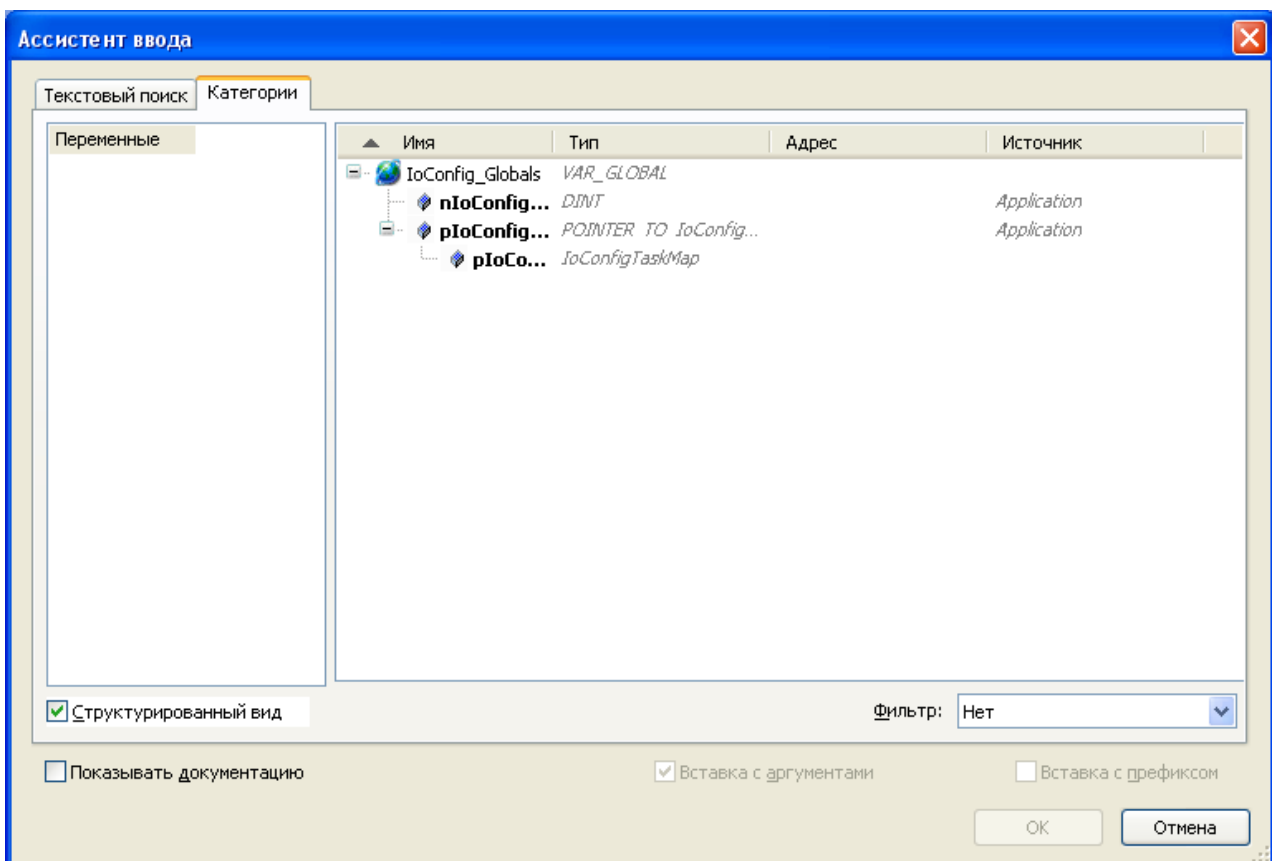

Рисунок 2 – Система разработки *CoDeSys*. Окно "Ассистент ввода"
2.2.2 в окне "Ассистент ввода" (рисунок 2) на закладке *Категории*: в списке *Переменные* отображается список объектов, доступных в проекте. Следует выбрать нужную категорию из списка.